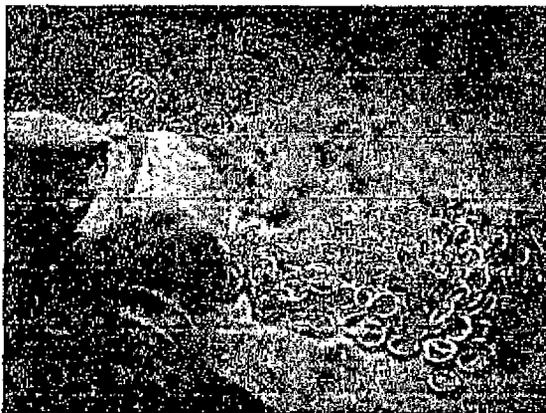

Fig. 20. Sección de ensamble y Control de calidad.
**7.1 Sección de ensamble:** De soldadura llegan las piezas a sección de ensamble. Primero ajustan la barra muy firme del catch, para que no se abra durante el brillo mecánico. Después del brillo mecánico pasa de nuevo a ésta sección para soltar la barra y ajustar el cierre. (Ver Fig. 20)